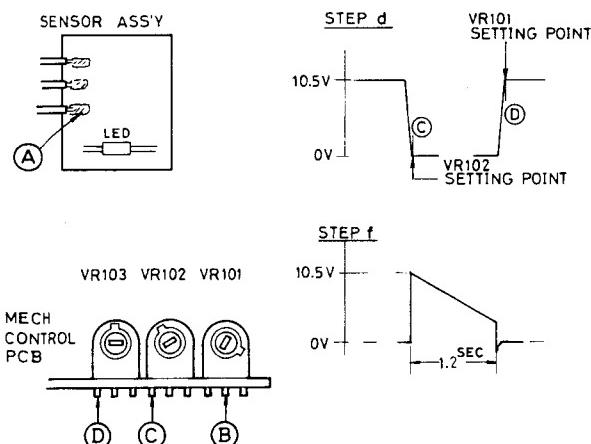

Fig. 3
Chacune de ces valeurs indique la position de réglage de la came de contact des potentiomètres, vu de côté, comme illustré sur la Fig. 3.
- b. Vérifier la tension du circuit: lorsqu'un courant de 13-16 VDC est appliqué à partir de l'alimentation, la tension d'émetteur du transistor X102 doit être de 11,5-12 VDC (mesurée au point A sur le montage détecteur). (Fig. 3).
- Each specifies the preset position of wiper of pot as seen from the side shown in Fig. 3.
- Check the voltage across the circuit: When 13-16 VDC is applied from the power supply, the emitter voltage of transistor X102 should be 11.5-12 VDC (as measured at point A on the sensor assembly). (Fig. 3) At the same time, confirm that the LED on the sensor assembly is glowing.